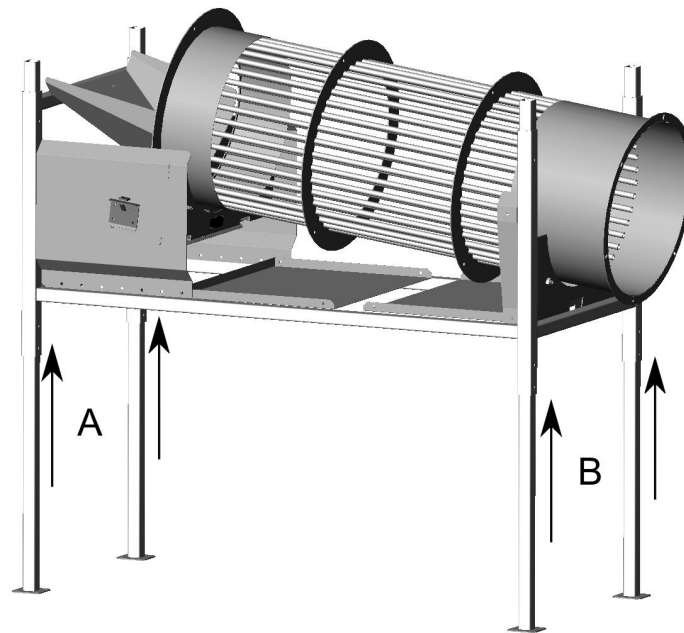

Bild 1.
- Skräptrummans vinkel kan justeras genom att ändra höjdförhållandet mellan benen A och B (bild 1).